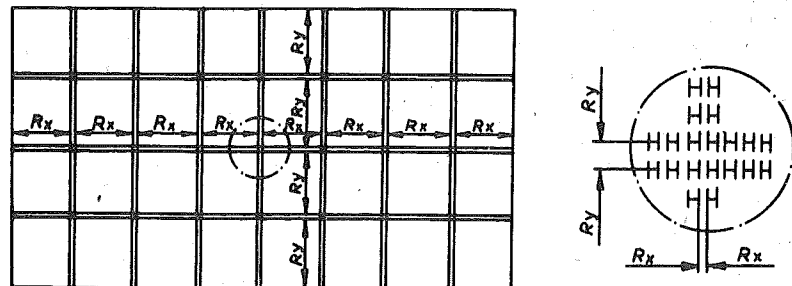
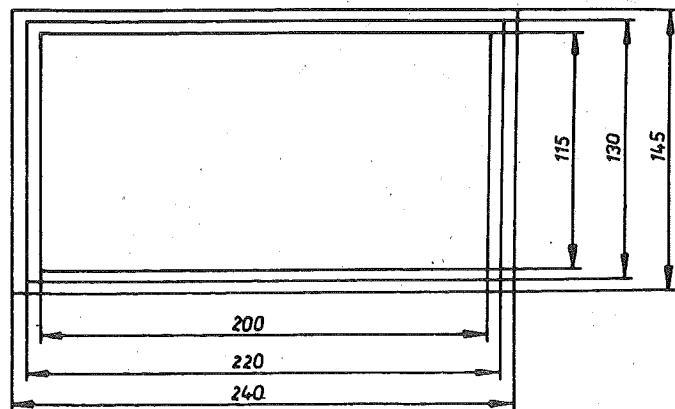

Abb. 6 Testbild
Abb. 7 Testfigur
- Der Bildschirm wird mit dem Testbild nach Abb. 6 (Punkt 4.3.4.1.) beschrieben.
Zur erfolgreichen Durchführung der BildgeometrieEinstellung ist es erforderlich, ein Testbild gemäß Abb. 6 zu erzeugen und dieses mit dem auf den Bildschirm projizierten Prüfdia oder einer aufgezeichneten (mit Faserstift) Testfigur entsprechend Abb. 7 zu vergleichen.
- Ausmessung der horizontalen Teilungsabstände R_x mit einem Stahlmaß (Abb. 6). Als Ergebnis der Einstellung müssen folgende Maße erreicht werden: